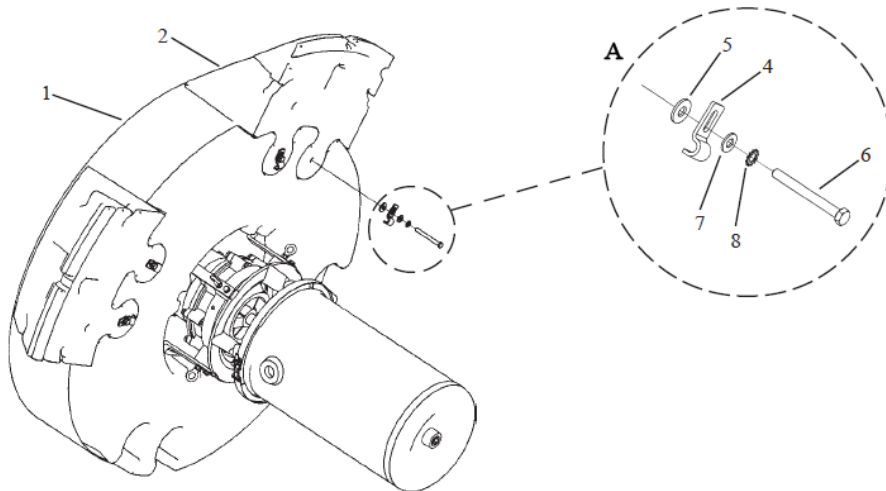
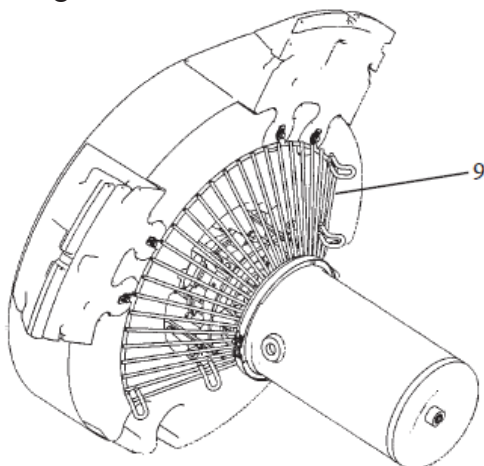

Figura 1
Figura 2
A. Inclíne la unidad sobre uno de sus lados tal y como se muestra en la Figura 1 con sumo cuidado para no dañar la cámara de la bomba.
D. Coloque una de las mitades de la pantalla de rejilla de acero inoxidable debajo del flotador principal, de forma que el anillo pequeño inferior esté entre la abrazadera de banda en V y el separador de aislamiento de la unidad del motor tal y como se muestra en la Figura 2:
Existen dos métodos diferentes para asegurar el aireador, que se describen a continuación, **anclaje (Figura 1)** y **amarre (Figura 2)**. Por "amarre" nos referimos a asegurar el aireador a la orilla. El "anclaje" supone asegurar el aireador con pesos que se dejan caer al fondo del estanque en varios puntos alrededor de la unidad.
Anclaje – Figura 1
Amarre – Figura 2